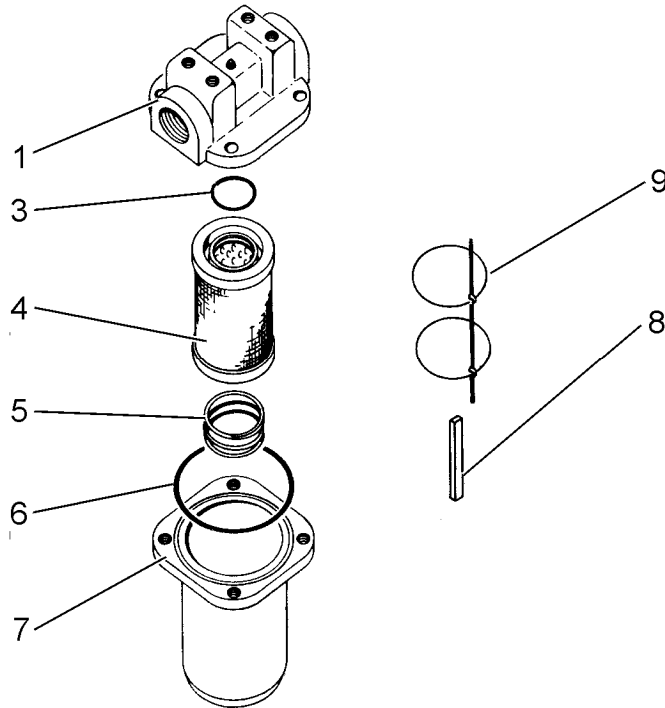

Рис. 5.49. Фильтр приводной системы, всасывающий
1. Свинтить четыре шестигранных гайки с шайбами, крепящие корпус фильтра (7, Рис. 5.49) к головке (1). Снять корпус фильтра. Проверить техническое состояние уплотнительных колец «O-ring» (3 и 6).
2. Вынуть фильтрующий элемент (4) и керамические магниты (8) из корпуса. Очистить магниты мягкой, чистой тканью. МАГНИТЫ ОЧЕНЬ ХРУПКИЕ, ИХ СЛЕДУЕТ БЕРЕЧЬ ОТ УДАРОВ. Промыть фильтрующий элемент и корпус в растворителе.